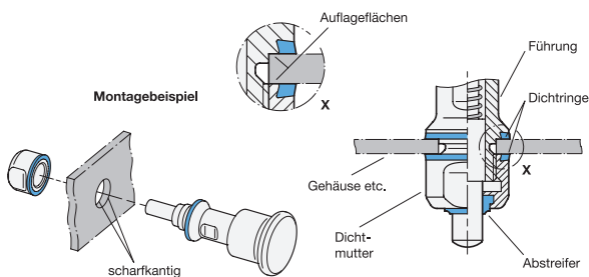

Abb. 2
- Die Aufnahmebohrung muss derart ausgeführt sein, dass der Metallabsatz innerhalb der Dichtringe möglichst vollständig auf dem Untergrund aufliegt und ein Spannen auf Block (metallischer Anschlag) ermöglicht (Toleranz von  $+0,05/+0,2$ ). Die Dichtringe müssen gänzlich auf dem Untergrund aufliegen (Abb. 2).